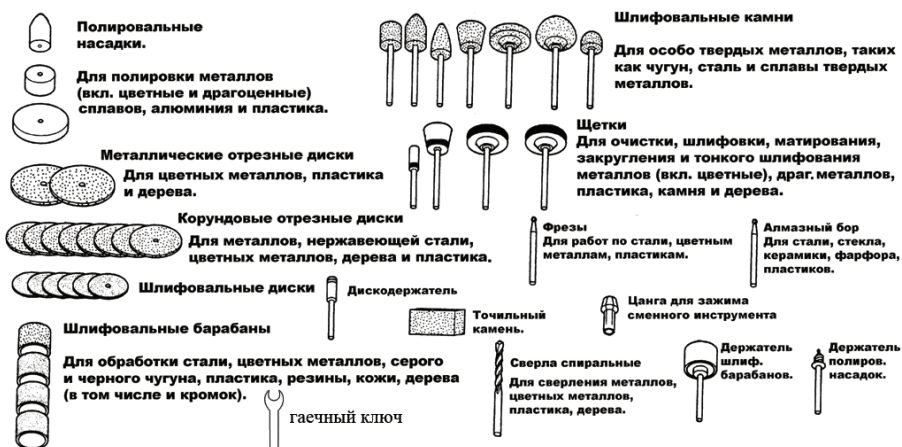

рис. 2
4.2 Набор аксессуаров для гравёра представлена рис.2